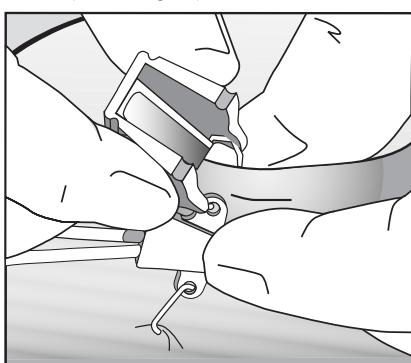

Figura 1
- Pase la punta de la grapa por el orificio del cono de sutura del catéter (consulte la figura 1).